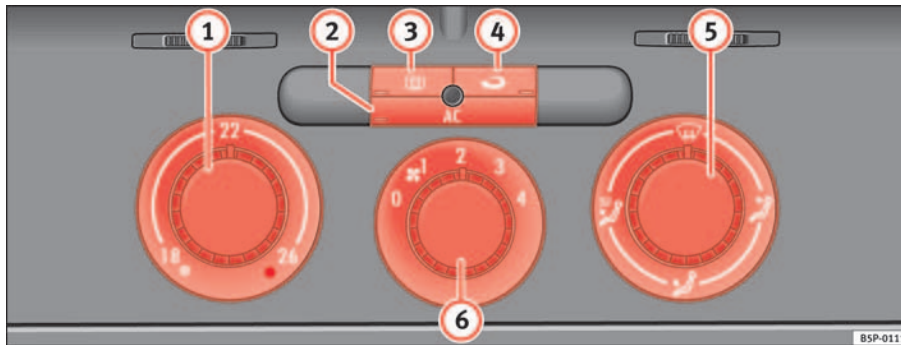

Abb. 124 In der Instrumententafel: Bedienelemente der Climatic
- Mit den Reglern ⇒ Abb. 124 **1** und **5** und mit dem Schalter **6** stellen Sie die Temperatur, die Luftverteilung und die Gebläsestufe ein.
- Schalten Sie die Klimaanlage mit der Taste \Rightarrow Seite 157, Abb. 124 (AC) ein.